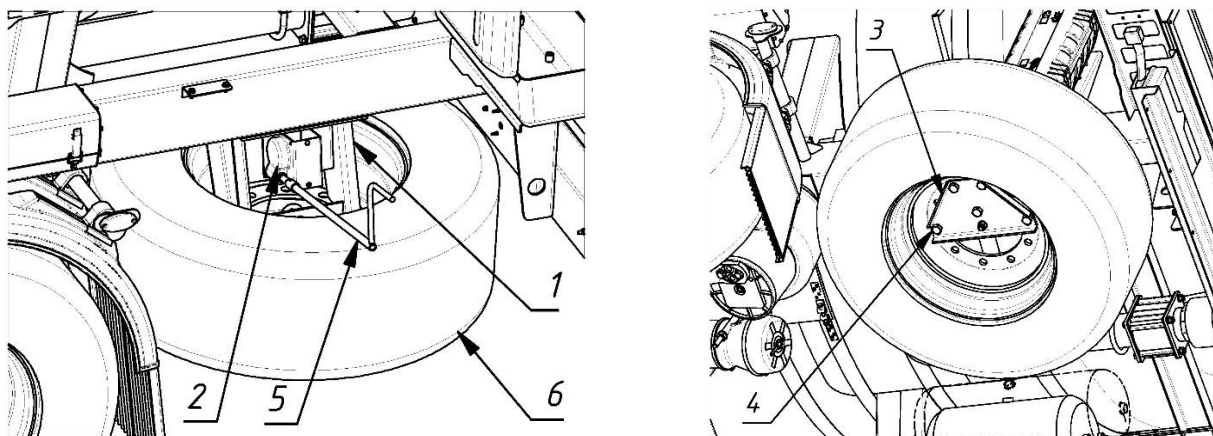
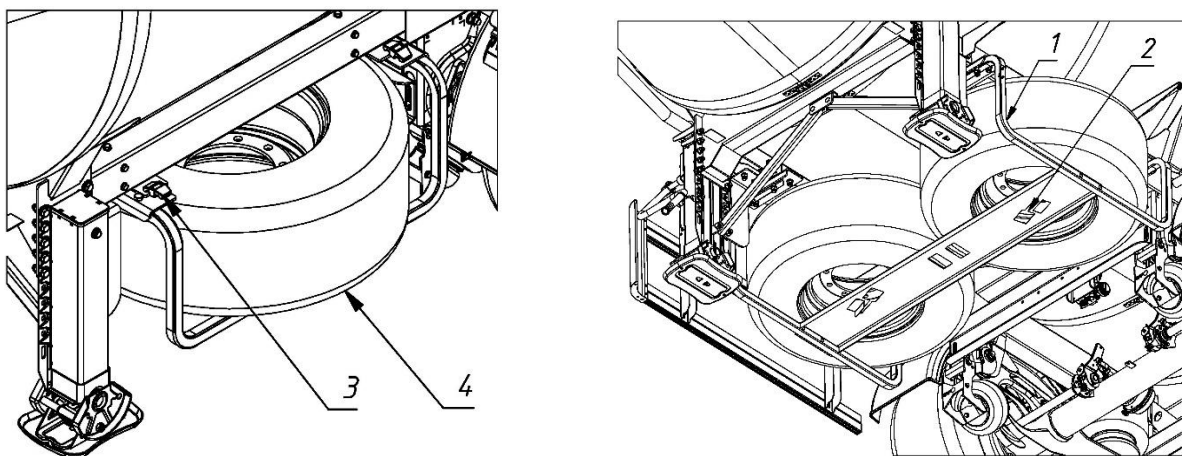

Рис. 2.16 - Кронштейн запасного колеса с лебёдкой
Рис. 2.17 - Корзина под два запасных колеса
Устройства удержания запасного колеса, устанавливаемые на полуприцепы представлены двумя типами: кронштейном запасного колеса с лебедкой (рис. 2.16) и корзиной под 1 или 2 запасных колеса (рис. 2.17).
Кронштейн запасного колеса с лебедкой представляет (рис. 2.16) из себя сварной корпус (1), к которому изнутри прикручена лебедка с барабанным механизмом (2). Корпус устанавливается под лонжероном рамы полуприцепа. Трос (цепь) лебедки имеет на конце крюк, который цепляется за рым-болт захвата (3). Захват устанавливается внутри запасного колеса (6) с нижней стороны. Четыре болта захвата (4) устанавливаются в крепёжные отверстия запасного колеса и выполняют роль центровки запасного колеса при его подъёме и опускании вращением ручки (5), а также совместно с гайками фиксируют колесо после того, как оно было поднято.
Корзина запасного колеса (1) (см. рис. 2.17) представляет собой конструкцию из металлических профилей, между которыми находится опорная площадка с фиксаторами (2) запасного колеса (4). Корзина устанавливается под рамой полуприцепа и фиксируется в четырёх точках. Для снятия запасного колеса необходимо выкрутить фиксатор.